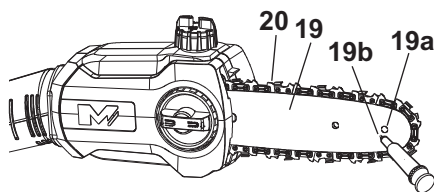

Fig. 43
2. Munissez-vous d'un pistolet de graissage jetable. Insérez le nez de l'aiguille du pistolet dans le trou de graissage (19b) (Fig. 43) et injectez la graisse jusqu'à ce qu'elle apparaisse sur le bord extérieur de la roue dentée (19a).